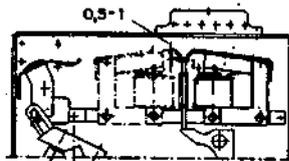

Fig. 3: Relé de abertura montado em um disjuntor MEY-RAPID
1.3.7.1. Relé de abertura (a) (Fig.3)